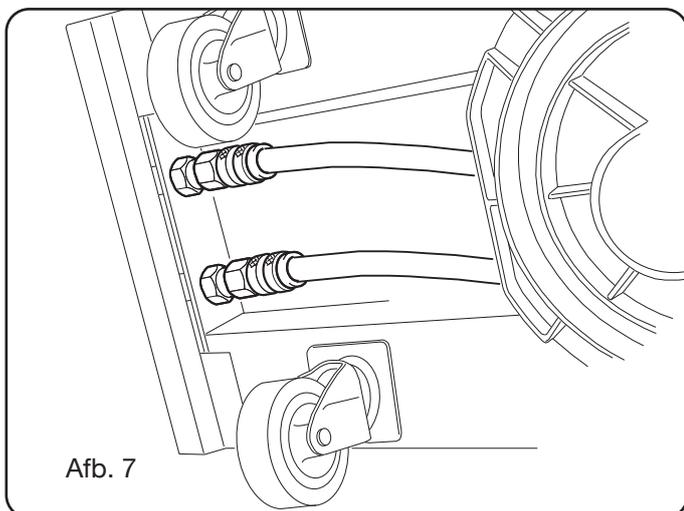

Afb. 5
- Verricht de aansluitingen aan de achterkant van de generator, zie Afb. 5